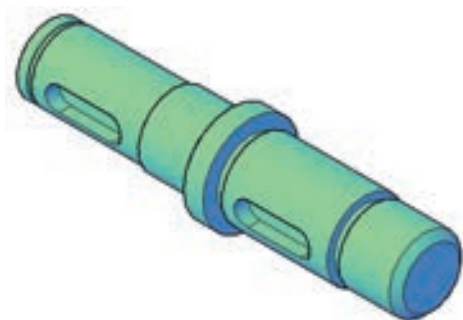

图 10-59 轴零件
- 3) 上机练习：创建图 10-59 所示的轴零件，具体的尺寸由读者确定。